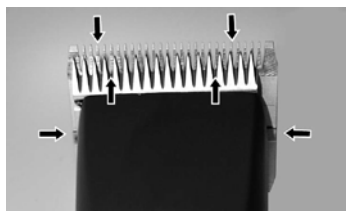

図. 21
ヘアカッターとヘアカッターヘッドの優れたカット性能と耐用年数が伸びるようにするため、上と下の刃の間に必ず薄い油膜を施します(図. 21)。
- ▶ カット中に刃へ十分な潤滑を (15分間隔で) 行い、乾かないようにしてください(図. 21)。